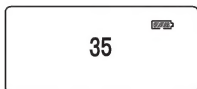

図1
- ①スイッチを押して電源を入れます。
- ②電源が入ると、表示画面に35の数字が表れて、数字がカウントダウンします。(図1) これは、回路が安定するまでの時間と放射線を検出する時間が必要なためです。また、放射線を検知するとDETECTランプが点滅します。